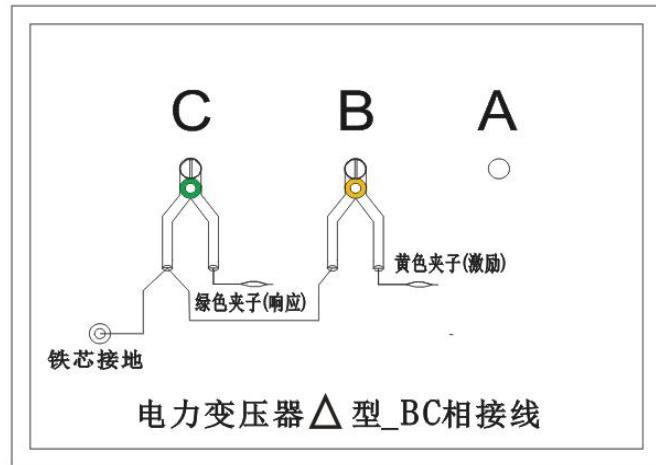

图 11
4.2.4 以上接线完成对三相△形的 BC 相测量接线，如图 11。